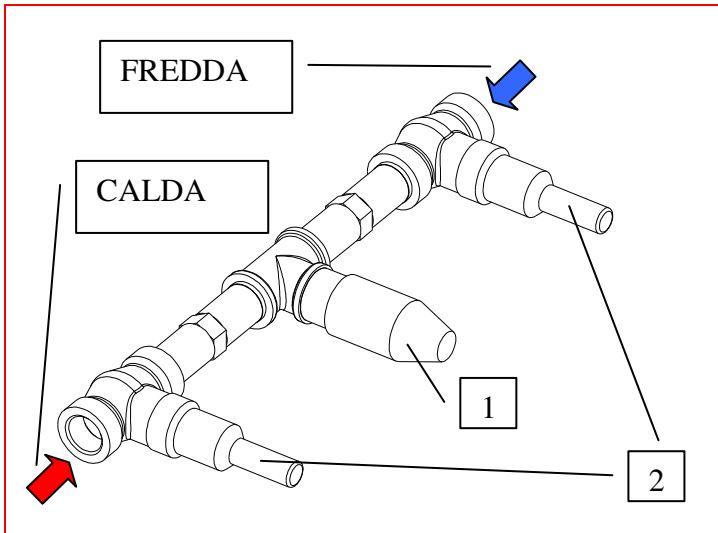

FIGURA 1 – INSTALLAZIONE GRUPPO.
A - INSTALLARE IL GRUPPO DA INCASSO (ASSICURANDOSI CHE SIA INSTALLATO IN POSIZIONE PERFETTAMENTE ORIZZONTALE) CON I COPERCHI DI PROTEZIONE (1) E (2) MONTATI, RISPETTANDO I LIMITI DI INCASSO (FIGURA 1)
B - COLLEGARE LE DUE ENTRATE DELL'ACQUA, LA CALDA A SINISTRA E LA FREDDA A DESTRA. (FIGURA 1)